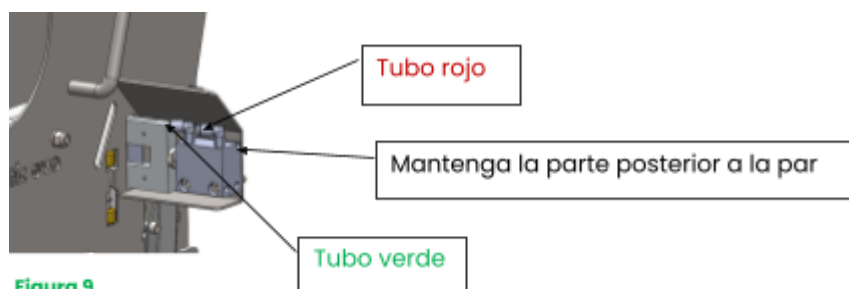

Figura 9
Paso 6: Coloque la instalación de corte de nuevo en su sitio como se muestra en la figura 9. Mantenga la parte posterior del cilindro a la par del soporte. Fije el cilindro con los tornillos de hexágono interior, las arandelas y las tuercas.
Paso 7: Conecte los tubos como se indica en la figura 9. Preste atención al color.